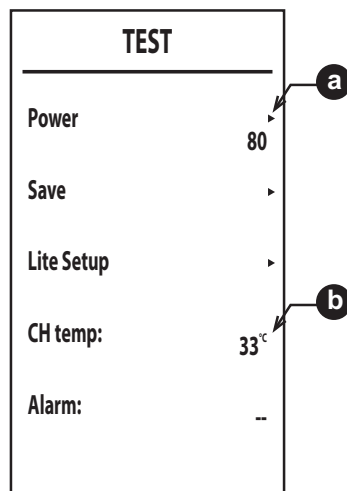

fig. 39
- Appuyez sur les boutons de chauffage pour faire défiler les 3 premiers éléments (Power, Save, Lite Setup - fig. 39) appuyez sur le bouton pour confirmer votre choix.